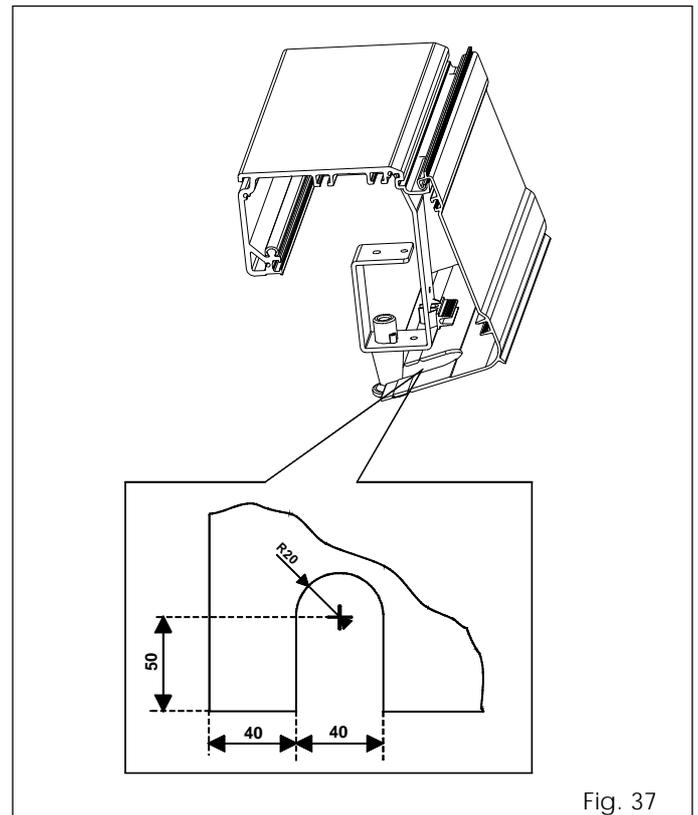

Fig. 37
- N.B.: Nel caso si utilizzi lo sblocco interno è necessario, per una corretta chiusura del carter, sagomarlo utilizzando le quote di fig. 37.